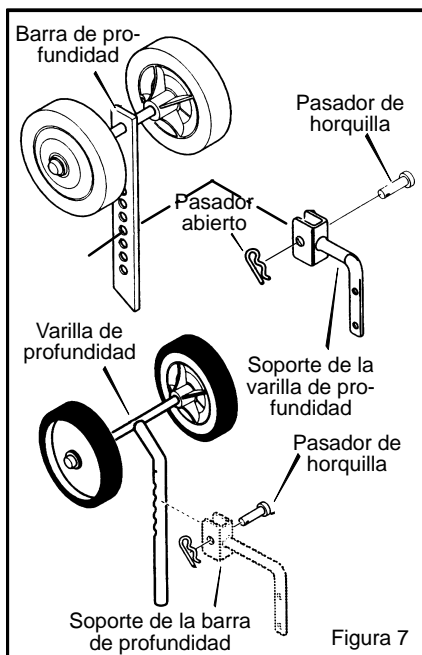

Figura 7
1. Retire el **pasador abierto** y el **pasador de horquilla** de la **barra de profundidad** o **varilla de profundidad** (Figura 7).